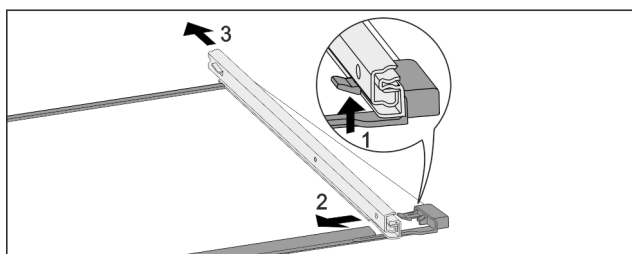

Fig. 171 Tablette en verre avec rails
- Pousser le crochet d'enclenchement avant vers le bas. Fig. 171 (1)
- Pousser le rail télescopique vers le côté Fig. 171 (2) et vers l'arrière Fig. 171 (3).